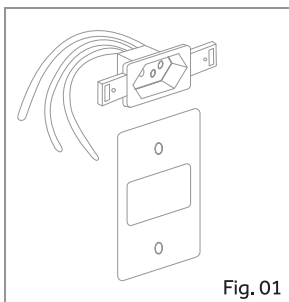

Fig. 01
5. Ligue o produto em uma tomada de 3 pinos redondos 10 A (norma NBR 14136), em excelente estado, dimensionada de acordo com o circuito de proteção. Fig. 01;